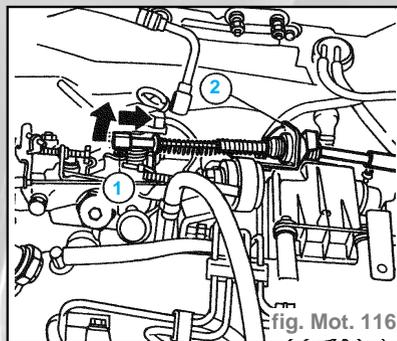

fig. Mot. 116
- Faire coulisser le collier (1) dans la direction indiquée, puis débrancher le câble d'accélérateur de la pompe d'injection après l'avoir dégagé de la tige d'ancrage et en le faisant glisser hors de l'étrier de support et de réglage (2) (fig. Mot. 116).